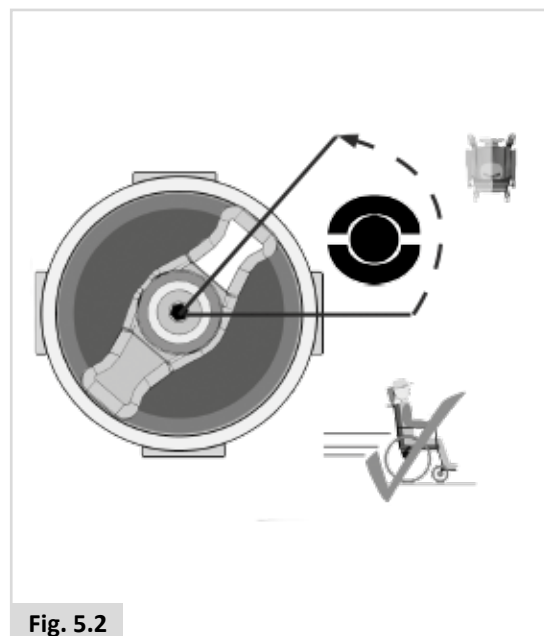

Fig. 5.2
1. Pour la conduite du fauteuil : (Fig. 5.2).